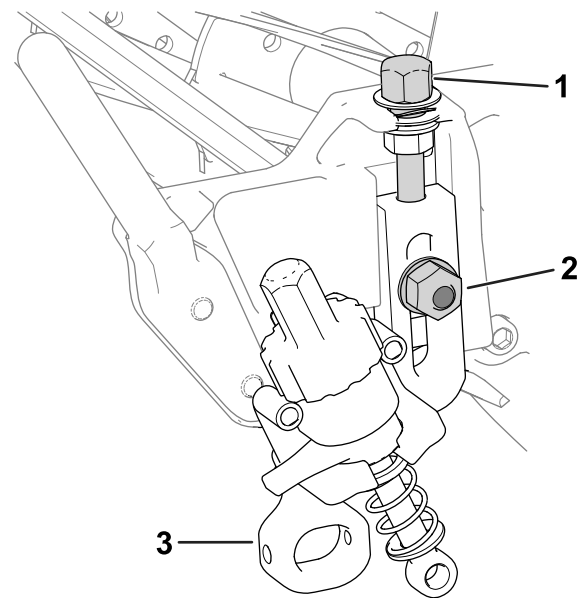

Figura 11
1. Avvitare le viti di regolazione dell'altezza di taglio rimosse in precedenza nella parte superiore dei gruppi dell'altezza di taglio (Figura 11).
bulloni per aratro, i dadi e le rondelle speciali precedentemente rimossi (Figura 11).